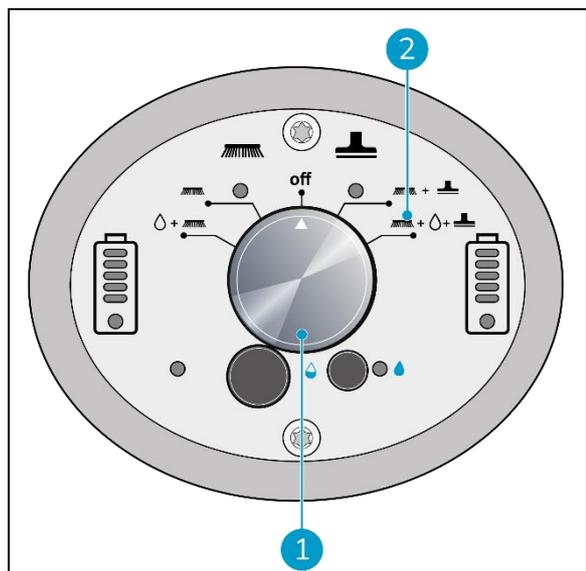

Figure 20
2. Utilisez l'interrupteur principal de base i-mop® XL (Figure 20, pos 1) et choisissez le MODE 4 Brosse + Eau/Solution de nettoyage + Aspiration à sec (Figure 20, pos 2).